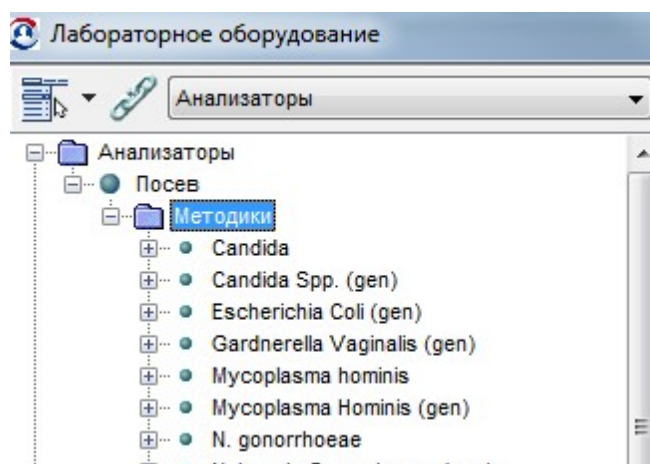

Рисунок 19.1. Группа методик
1. Открыть пункт меню **Лаборатория / Настройки**, раздел **Анализаторы**. Найти нужную группу методик (в примере – "Посев") (рис. 19.1).